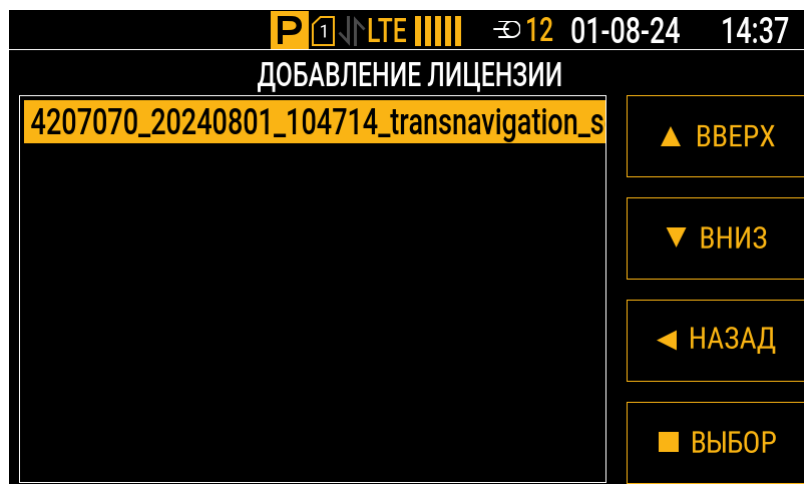

Рис.31. Выбор файла лицензии на карте памяти
4. В интерфейсе контроллера перейдите к списку файлов лицензий на карте памяти, доступных для добавления: Меню | Настройки | Обновление | Лицензии | Добавить (Рис.31).